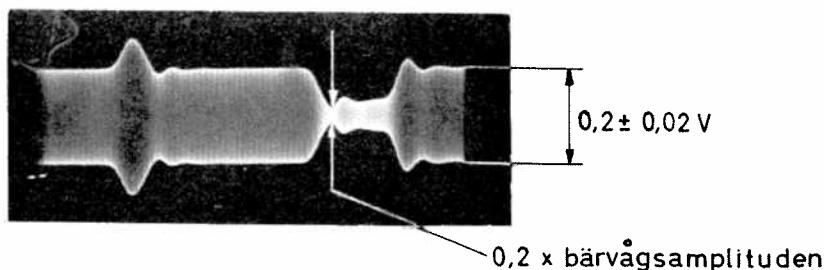

Bild 3
- 3.4.1.9 Kontrollera att bärvägens utseende överensstämmer med bild 3 och att dess amplitud är $0,2 \pm 0,02$ V_{t-t} samt att resterande bärvägen vid videopulsmoduleringen är cirka 0,2 gånger bärvägsamplituden.